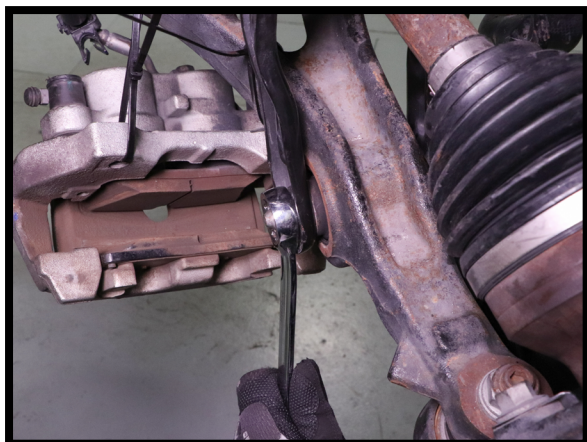

图18
14. 拆下底部支柱安装螺母和螺栓。(图18·19·20·21)